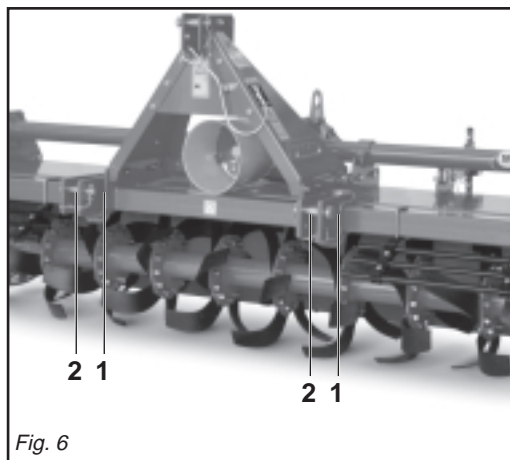

Fig. 6
vole della macchina spostando opportunamente sul tubo quadro le piastre (1 Fig. 6) e inserendo i perni (2 Fig. 6) nei fori corrispondenti al giusto diametro delle parallele del trattore.
Le piastre (1 Fig. 6) vanno montate sempre e solo come mostrato in Fig. 6 con i fori posizionati anteriormente al tubo quadro.
- 1 - Accostare le parallele del sollevatore ponendole all'interno delle piastre (1 Fig. 6), inserire il perno (2 Fig. 6) nel foro predisposto e bloccare con le copiglie a scatto.
plates (1 Fig. 6) along the square tubular and inserting the pin (2 Fig. 6) in the holes corresponding to the correct diameter for the tractor's parallel arms.
The plates (1 Fig. 6) must always and only be mounted as shown in Fig. 6 with the holes towards the front of the square tubular.
- 1- Near the lift bars, setting them in the most suitable plates (1 Fig. 6). Insert the pin (2 Fig. 6) into the relative hole and lock in place with the snap-in split pins.
ne festlegen, indem man die Platten (1 Abb. 6) auf dem Vierkantröhr verschiebt und die Bolzen (2 Abb. 6) in die entsprechenden Bohrungen mit dem richtigen Durchmesser auf dem Schleppergestänge einsteckt.
Die Platten (1 Abb. 6) dürfen nur und ausschließlich so montiert werden, wie es in Abb. 6 gezeigt ist, nämlich mit den Bohrungen, die vor dem Vierkantröhr angeordnet sind. Der Hersteller haftet nicht für die Beschädigung der Maschine oder des Schleppers infolge der Nichtbeachtung dieser Angabe.
- 1- Die Lenker des Krafthebers annähern und in die am besten geeigneten Platten schieben (1 Abb. 6). Den Bolzen (2 Abb. 6) in das Loch stecken und mit dem einrastenden Splint blockieren.
favorable de la machine en déplaçant, sur le tube carré, les plaques (1 Fig. 6) et introduire les axes (2 Fig. 6) dans les trous correspondant au bon diamètre des parallèles du tracteur.
Les plaques (1 Fig. 6) doivent obligatoirement être montées comme illustré dans la Fig. 6 en utilisant les trous placés à l'avant du tube carré.
- 1- Approchez les barres du relevage en les plaçant à l'intérieur des plaques les plus appropriées (1 Fig. 6), introduisez l'axe (2 Fig. 6) dans le trou correspondant et bloquez par les goupilles à encastrement.
sición más favorable de la máquina desplazando oportunamente en el tubo cuadrado las placas (1 Fig. 6) e introduciendo los pernos (2 Fig. 6) en los orificios correspondientes al correcto diámetro de las paralelas del tractor.
Las placas (1 Fig. 6) deben ser montadas siempre y solamente según lo indicado en la Fig. 6 con los orificios posicionados delante del tubo cuadrado. La firma constructora no es responsable de rupturas en la máquina o en el tractor originadas por falta de respeto de esta indicación.
- 1- Acercar las barras del elevador poniéndolas dentro de las placas más indicadas (1 Fig. 6), introducir el perno (2 Fig. 6) en el orificio y bloquear con los pasadores de resorte.